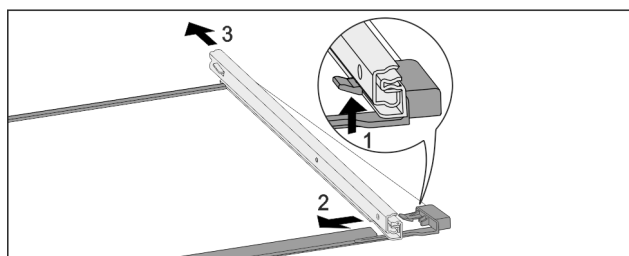

Fig. 174 Tablette en verre avec rails
- ▶ Pousser le crochet d'enclenchement avant vers le bas. Fig. 174 (1)
- ▶ Pousser le rail télescopique vers le côté Fig. 174 (2) et vers l'arrière Fig. 174 (3).